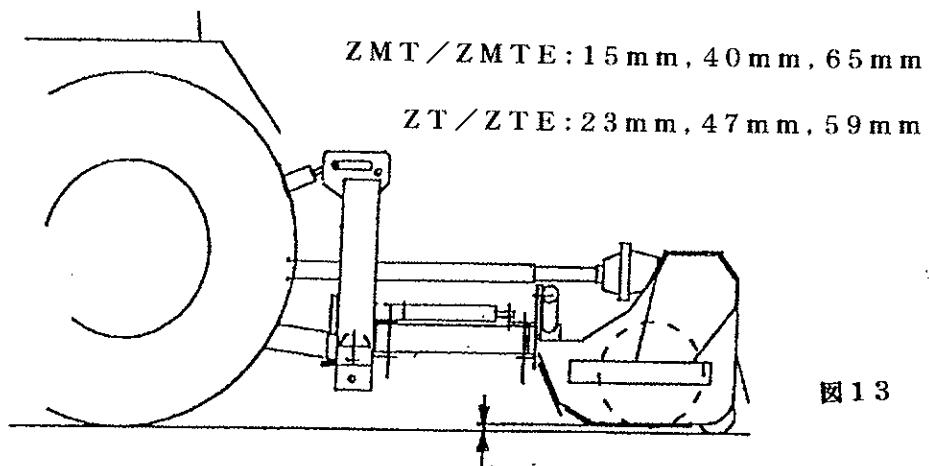

図 13
- 刈り取る作物や、希望の刈り取る内容に応じて、刈り取りヘッダーのローラーで刈り高さを調整します。(図 13)
- 本機を作業用途及び、刈り取る作物に合わせて調整して下さい。刈り高さ調整を、前述の刈り高さ調整の項を参照して下さい。(図13)